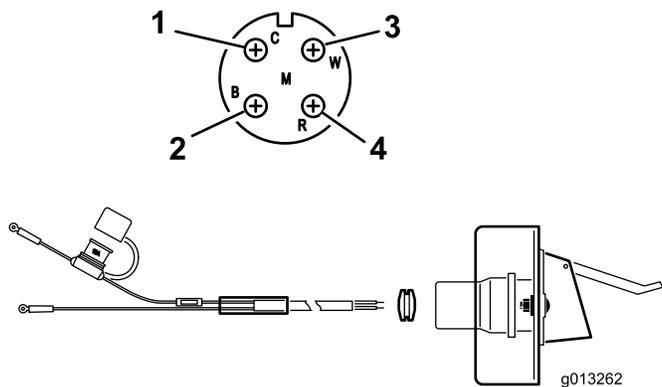

图9
2. 将电线从电池连接并固定到电源插座上（图9）。
- 3. 将线穿过插座支架，在线上安装黑色橡胶垫（图9）。